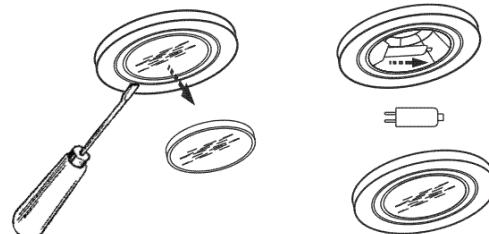

рис. 10
- 8.5 Замену электрической галогенной лампы производите в следующей последовательности (рис. 10):